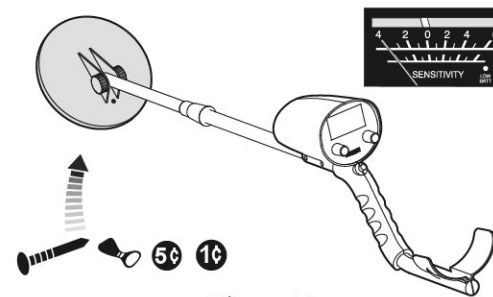

Figura.14
- Avvicinare gli altri campioni di metallo lentamente alla sonda di ricerca, il puntatore di misurazione devia a sinistra e il suono diventa leggero. (Figura.14)